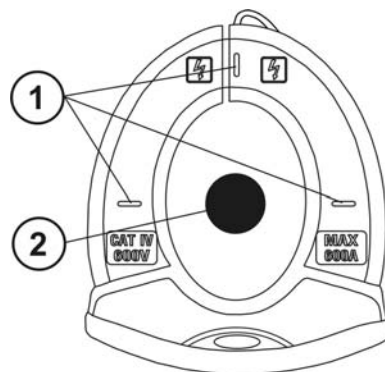

Fig. 2: Tacche di allineamento
Per ottenere le caratteristiche di precisione dichiarate per lo strumento, posizionare sempre il conduttore il più possibile al centro del toroide indicato dalle tacche riportate sullo stesso (vedere Fig. 2)
4. Inserire il cavo all'interno del toroide al centro dello stesso al fine di ottenere misure accurate. Utilizzare le tacche presenti come riferimento (vedere Fig. 2). Il valore della corrente DC, è visualizzato a display